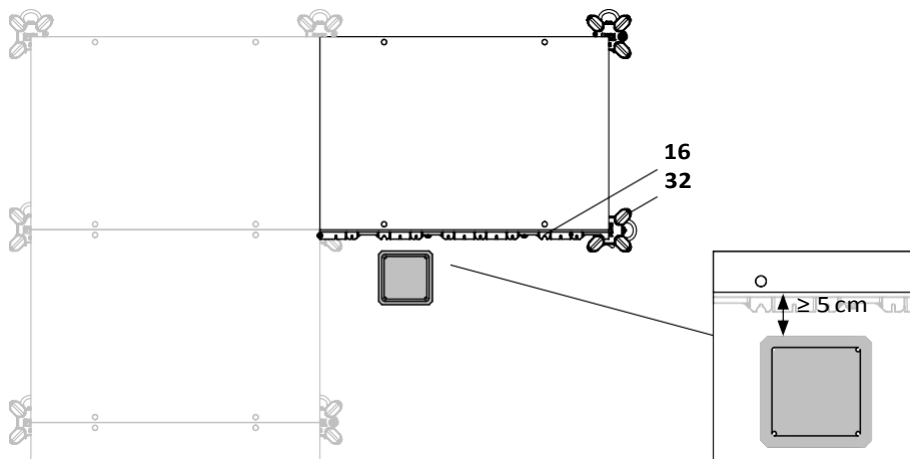

Fig. D3.06a
Разстояние до колоната  $\geq 5$  cm. (Fig. D3.06a)
#### 5. Поставете подпора с глава DFH (32) наклонена навътре в края на елемента и я изправете навън. (Fig. D3.06a)